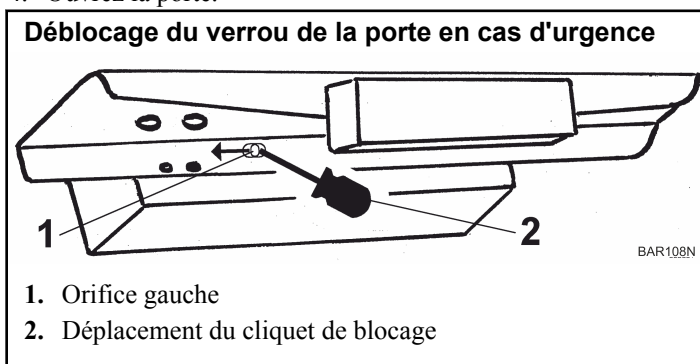

Figure 48
2. Lorsque la machine a suffisamment refroidi, insérez un outil adapté (fil, tournevis, etc.) *Figure 48* dans l'orifice gauche (1) sous la porte de la machine, et repoussez le cliquet vers la gauche.